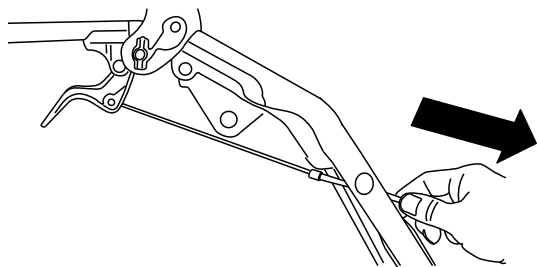

Figure 8
1. Serre-câble (2)
4. Tirez doucement sur la gaine du câble jusqu'à ce que le levier de débrayage de roue soit abaissé et que le câble soit tendu. Serrez ensuite fermement l'écrou de serrage du câble (Figure 8).